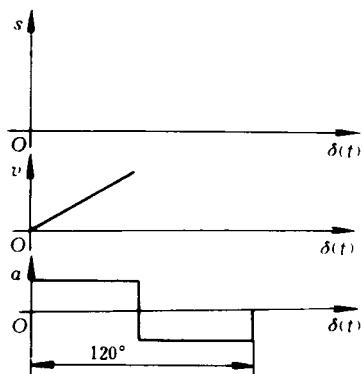

图 2-7
4. 一尖顶对心直动从动件盘形凸轮机构，当推程转角为 120° 、推程高度 $h=30mm$ 时，试根据图 2-7 坐标中已知运动规律的线图来绘出或补全 $s-\delta(t)$ 、 $v-\delta(t)$ 坐标中的线图。